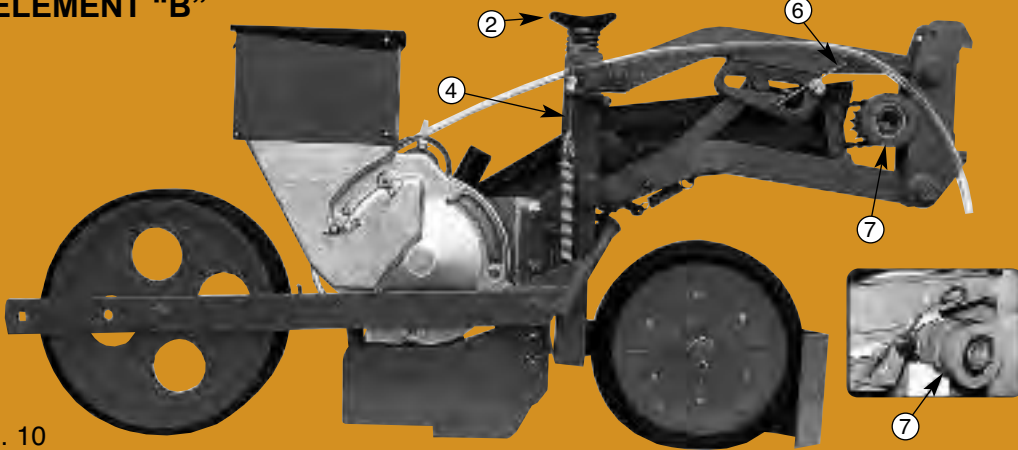

Fig. 10
ÉLÉMENT SEMEUR Version D (fig. 10) pour inter-rangs de 26 cm et plus
- ① Klutenräumer : Für die Höheneinstellung bitte die Flügelmuttern verwenden. Um sie gerade auszurichten verwenden Sie die Schraube (1). Die Klumpenentferner Sollten sorgfältig eingestellt werden.
- ② Tefeneinstellung mittels Handkurbel : Um die Höhe der vorderen Rolle zu regulieren ; beachten Sie die Markierungen auf der Skala.
- ③ Druckeinstellung für die Zwischenandruckrolle.
- ④ Druckeinstellung der hinteren Andruckrollen : Diese Einstellung ist wichtig, um einen gleichmäßigen Druck auf die Vordere und hintere Andruckrolle zu bekommen. Die Elemente laufen dadurch stabil und es ergibt sich eine gleichmäßige Saattiefe.
- ⑤ Höhen-u. Druckeinstellung der mittleren Zustrreicher : wenn notwendig Federn lösen
- ⑥ Ausheben der Elemente in Transportstellung : wenn Sie die Feder aushaken kann des Element in Transportstellung ausgehoben werden.
- ⑦ Ausschalten des Antriebs : durch 1/4 Drehung der Antriebsklaue (fig. 10).
Element Version B (Fig.10) für Reihenabstände von 14 cm (5 1/2") und mehr
- ① Clod removers : height adjustment using the wing nut - straighten them up if necessary using the bolt (a). The clod removers should be carefully adjusted.
- ② Depth control hand wheel : for adjusting the height of the front wheel.
- ③ Down pressure on the intermediate press wheel.
- ④ Down pressure on the rear wheel : this adjustment is important as it regulates the balance between the front rear wheels and thus the stability of the planter unit and the regularity and the depth.
- ⑤ Height and pressure of the intermediate hillers : unhook the springs if necessary.
- ⑥ Lock-up of the planter unit in an up position : when the spring is unnotched, the unit can be locked up in a raised position.
- ⑦ Individual disengaging : slide the cam and turn 1/4 turn (fig. 10).
PLANTER UNIT B VERSION (fig. 10) for row spacing of 14 cm (5 1/2") and more
- ① Quita-terrones. Regulación de la altura con la tuerca-mariposa-restablecer el aplomo, si es necesario, con el tornillo (A). Se debe regular el quita terrones con atención.
- ② Volante de regulación del terraje : acciona la altura de la rueda delantera.
- ③ Presión de la ruleta intermedia.
- ④ Presión de la rueda trasera : esta regulación es importante, de ella depende el equilibrio con la rueda delantera, por consiguiente la estabilidad del cuerpo y la regularidad del enterramiento.
- ⑤ Altura y presión de las racletas intermedias : soltar los muelles si necesario.
- ⑥ Anganche del cuerpo en posición alta : en función de su posición, el muelle libera ó no el diente de enganche.
- ⑦ Desembrague individual : empujar a fondo el volante y girar un cuarto de vuelta (fig. 10).
CUERPO SEMBRADOR Versión B (fig. 10) entrefilas de 14 cm ó más